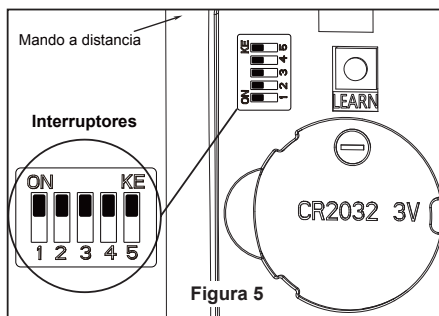

Figura 5
4. Una vez realizadas las conexiones, los cables deben ser colocados de forma extendida poniendo el conductor de la toma de tierra y el conductor de toma de tierra del equipo a un lado de la caja, colocando el conductor sin toma de tierra en el otro lado de la caja. gire los conductores hacia arriba y, con cuidado, colóquelos dentro de la caja de salida; con los conductores blancos y verdes hacia un lado y los conductores negros hacia el otro. (Figura 5)
Sin apretar demasiado. (Figura 5)
5. Para configurar el código del mando a distancia a las mismas posiciones que en el receptor. Mueva los interruptores de código hasta colocar el código de selección en la posición arriba o abajo. Con un destornillador pequeño o con una lapicera (no se incluye) deslice firmemente hacia arriba o hacia abajo. (Figura 5)